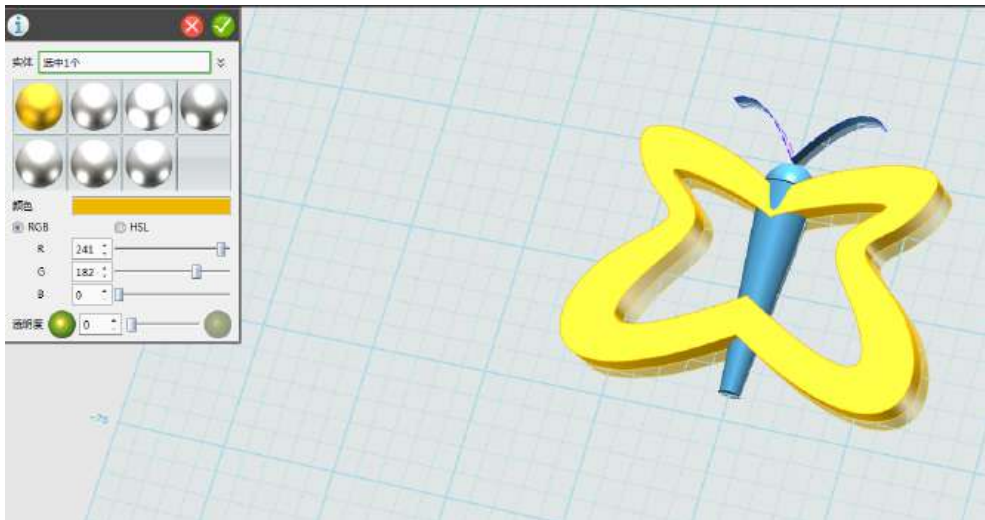

图 1-21
Step 21 使用“材质渲染”命令，对蝴蝶的身体各部分，进行渲染着色，如下图 1-21 所示：